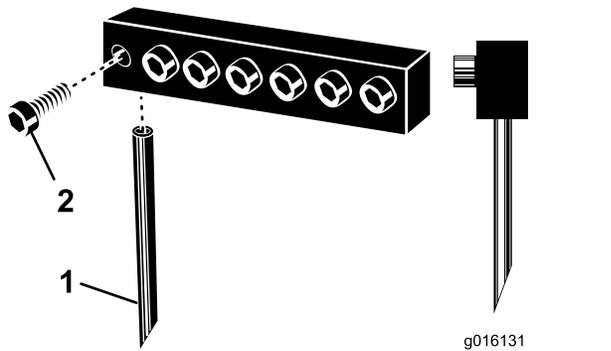

図 30
3. エアレータに既にタインが付いている場合には、クランプボルトをゆるめてそれらのタインを取り外す 図 30。
注 中空タインは、コアの排出スロットを後ろに向けて取り付けてください。むくのタインは、タインのチップアングルをエアレータに向けて取り付けてください 図 30。